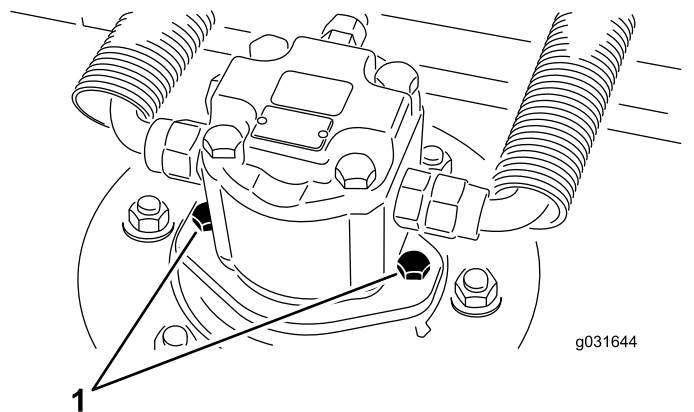

図 69
2. 油圧モータ取り付けねじを外して、カッティングユニットから油圧モータを外す **図 69**。
4. 油圧モータ取り付けねじで、カッティングユニットに油圧モータを取り付ける **図 69**。